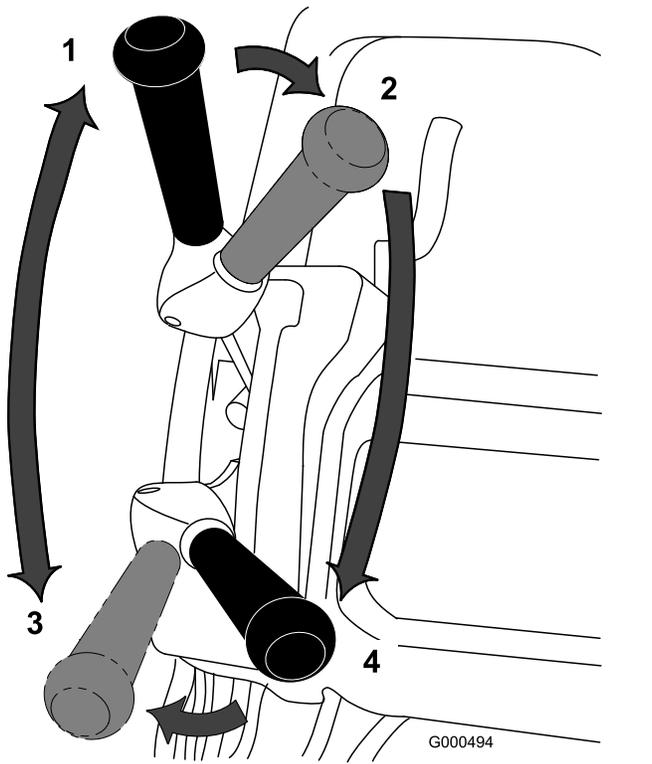

图35
2. 确保牵引杆和滚刀驱动控制杆处于空档位置；请参阅图35。
1. 启动机器，将速度控制杆设为零位置，向下推动手柄以提起滚刀组，压低操作员到位控制装置，将牵引杆移至前进位置（图35），缓慢增加速度控制设置，使机器行驶到果岭的环圈上。
3. 将牵引控制杆移至空档位置，然后将该控制杆向左前方移至牵引——前进和滚刀驱动——接合位置（图35）。